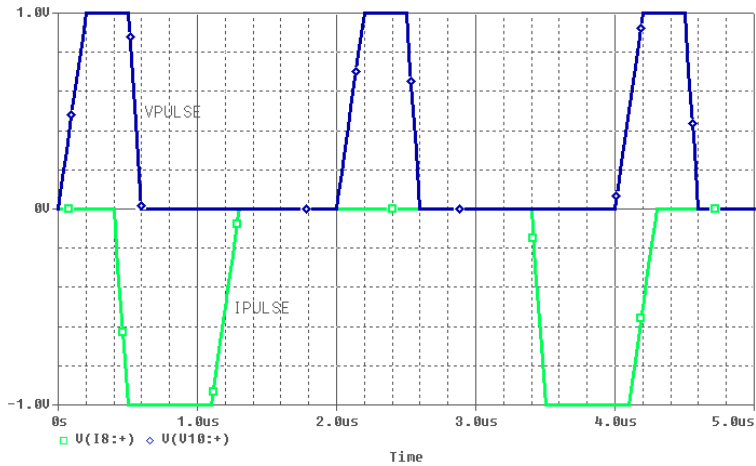

Рис.17. Пример результатов моделирования импульсов генераторов VPULSE и IPULSE с параметрами из таблиц 1,2
Параметр импульсов этих генераторов отображаются рядом с изображением элемента. В этих генераторах задается первый (исходный) уровень (V1, I1), второй уровень (V2, I2) напряжения или тока, задержка (TD), время перехода из первого уровня во второй (TR - длительность фронта) время возвращения в исходный уровень (TF -длительность спада), длительность вершины импульса (PW) и период повторения (PER). Примеры параметров импульсов этих генераторов приведены в таблице 1 и таблице 2, а на рис.17 приведены импульсы напряжения генератора **VPULSE** и напряжения на резисторе нагрузки (1к) генератора тока **IPULSE** с параметрами из этих таблиц.